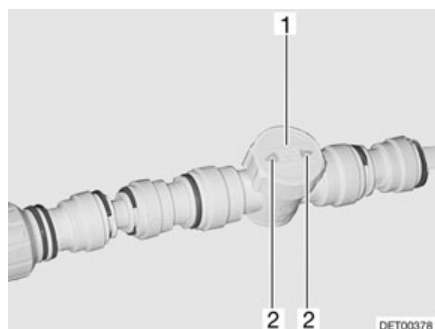

Fig. 130 Regulador del calentamiento del piso/calentamiento para depósito de aguas residuales
- Ajustar el regulador (Fig. 130,1) en el rendimiento de paso deseado (paso máx. = flechas (Fig. 130,2) en la misma dirección que la tubería).
- Girar el regulador (Fig. 130,1) de tal manera que las flechas (Fig. 130,2) queden en posición transversal a la tubería de calefacción.